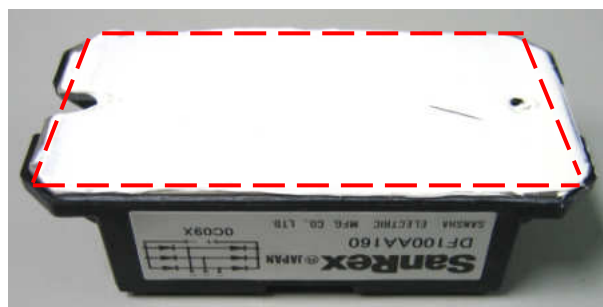

Рис.7.12
7.6.2. Нанести на нижнюю поверхность основания **диодного моста** тонкий слой теплопроводного компаунда (рис.7.12).